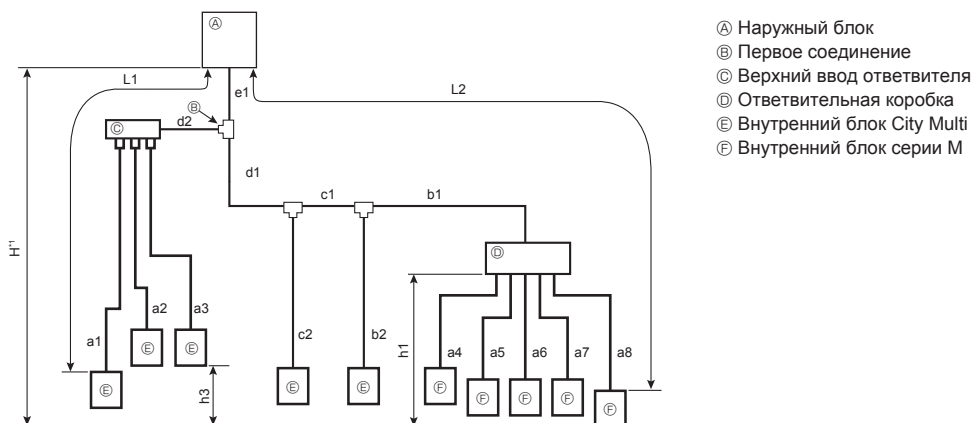

Fig. 4-6 (a)
4.1.3. Смешанная система (внутренние блоки City Multi и внутренние блоки серии M (соединение с ответвительной коробкой)) (Fig. 4-6)